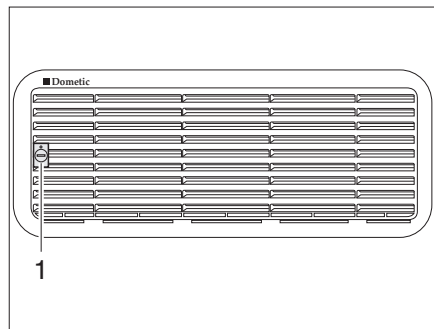
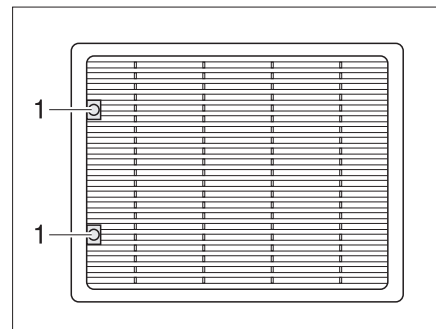

Bild 314 Kylskåpets ventilationsgaller (Dometic litet)
Bild 315 Kylskåpets ventilationsgaller (Dometic stort)
- Vrid skruven (Bild 314,1 resp. Bild 315,1) ett kvarts varv med hjälp av ett mynt.